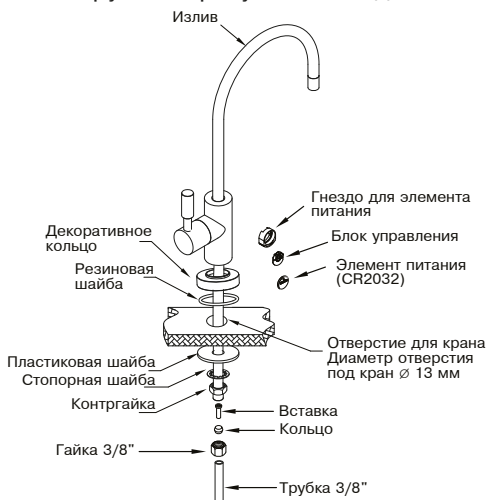

Рис. 8
Монтаж крана чистой воды производите согласно **рис. 8**. В комплекте с краном чистой воды может поставляться набор деталей для осуществления соединения с трубкой, либо кран чистой воды может иметь в своем составе быстросъемный коннектор.
12. После заполнения бака (вы услышите, что вода больше не течет в дренаж и насос (если есть) не работает) откройте кран чистой воды (A) и дождитесь, пока вся вода не вытечет.
13. Закройте кран чистой воды (A). Дайте баку наполниться во второй раз. Этот процесс займет около 2 часов. Затем слейте воду из бака.
17. Убедитесь в отсутствии протечки внизу корпуса крана чистой воды, затяните гайку крана (**рис. 8**).